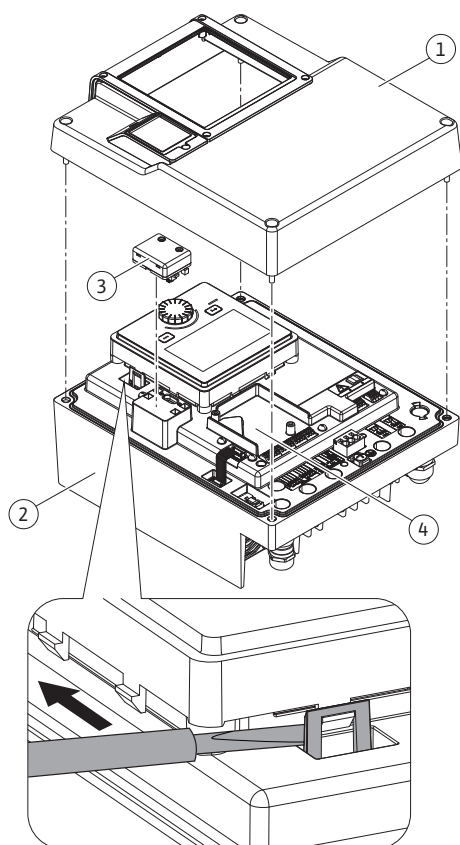
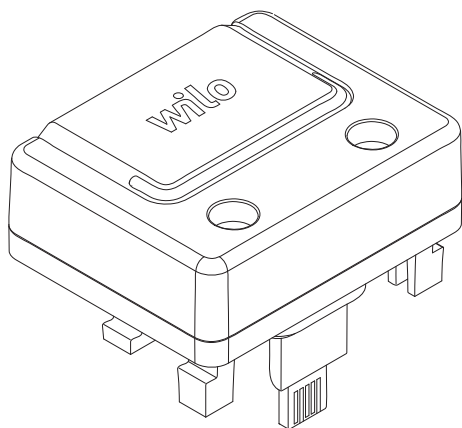

Fig. 30: Elektronički modul
Fig. 31: Wilo-Smart Connect modul BT
1. Kukice sa zapinjačem (Fig. 30) pažljivo otvorite alatom (npr. odvijačem).
Bluetooth sučelje Wilo-Smart Connect modul BT (Fig. 30, poz. 3 i Fig. 31) služi za povezivanje s mobilnim krajnjim uređajima kao što su pametni telefon i tablet. U aplikaciji Wilo-Assistant nalazi se funkcija Wilo-Smart Connect. Uz pomoć funkcije Wilo-Smart Connect pumpa se može upotrebljavati i namjestiti te se mogu očitati podaci pumpe. Za postavke vidi poglavlje „Puštanje u pogon“ [► 54].
1. Otpustite četiri vijka gornjeg dijela elektroničkoga modula (Fig. 30, poz. 1; Fig. I, poz. 2).
3. Wilo-Smart Connect modul BT utaknite u predviđeno sučelje Wilo-Connectivity Interface. Vidi Fig. 30, poz. 3.
CIF moduli (dodatna oprema) služe za komunikaciju između pumpi i automatskog upravljanja zgradom. CIF moduli utaknuti su u elektronički modul (Fig. 30, poz. 4).